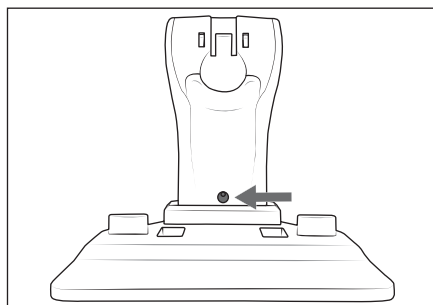

Fig. 1
- 1) Utilizzare il foro nel reggi apparecchio **20** per tracciare il foro sulla parete (Fig. 1).
- 4) Inserire la vite nel foro del reggi apparecchio **20** (Fig. 1) e avvitarela nel tassello con un cacciavite a croce.
- 3) Reinscrivere la vite **12** nell'apertura per vite del lato posteriore del manico **11**. Stringere la vite **12** in senso orario con un cacciavite a croce (Fig. 1).